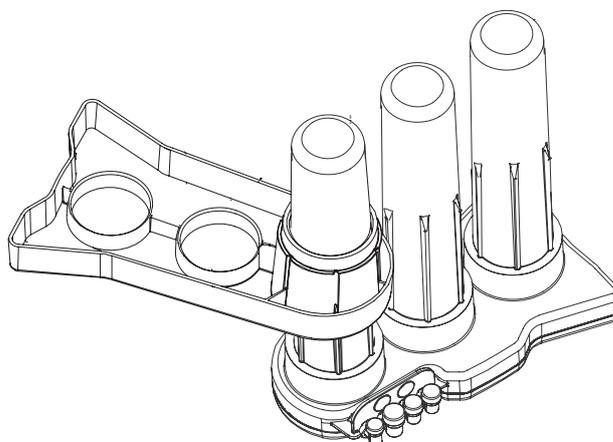

Figure 9
5. Retirez la béquille des trois puisards et dévissez le puisard supérieur comme illustré pour accéder au préfiltre. La béquille fonctionne comme une clé pour desserrer le puisard, Figure 9.